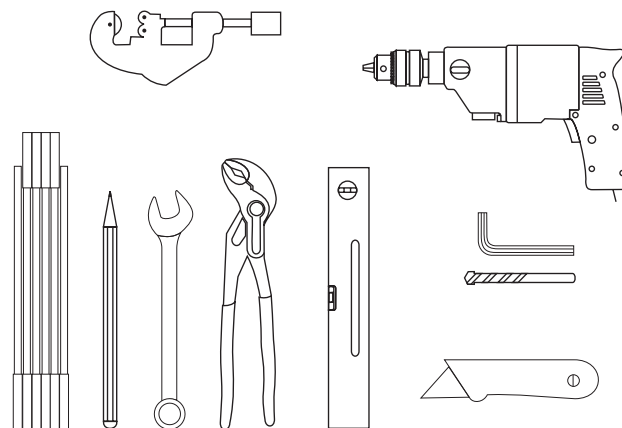

Fig. 5 Outils nécessaires pour le montage du groupe de transfert
- Outillage nécessaire pour le montage du groupe de transfert solaire : Perceuse, mèche à béton, pinces multiprises, clés plates, ... (Fig.5)